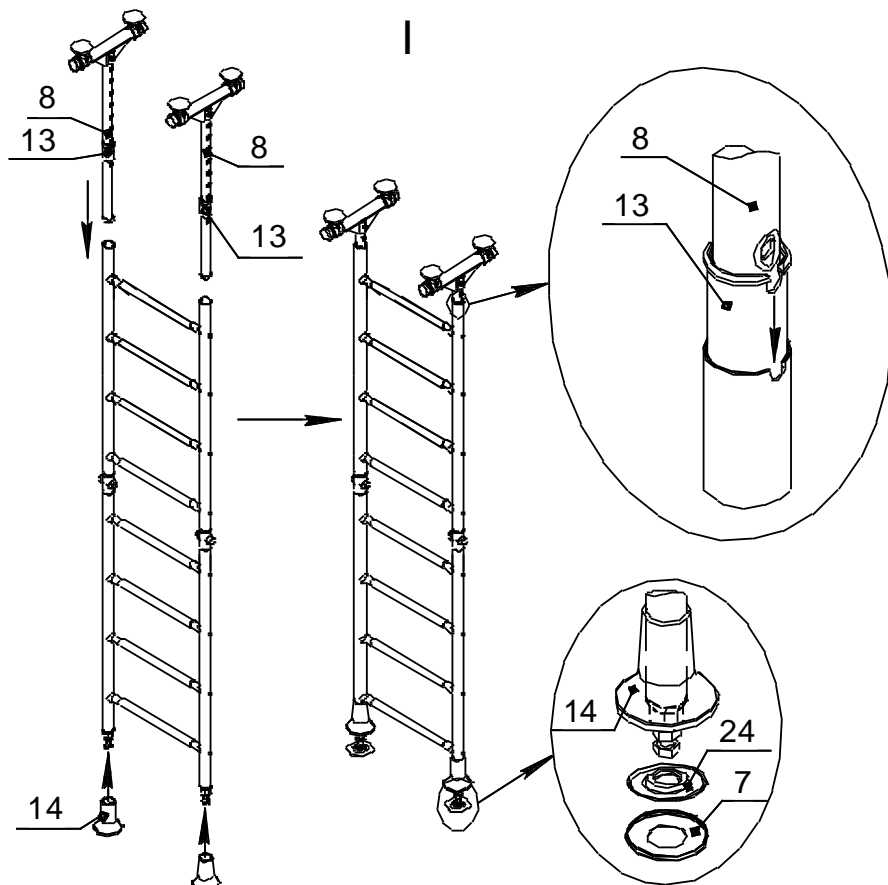

Рис.3
I. Установить вставки с опорами в лестницу до упора. Надеть колпаки поз.14; установить опоры поз. 24 с прокладками поз.7 (рис.3).